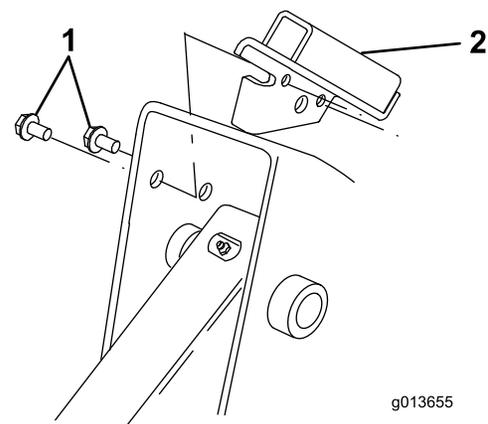

Figure 5
3. Alignez la languette du support de l'écran de protection sur le bord avant du châssis, en plaçant le support à l'intérieur du logement du bras de chargeuse (Figure 5).
Remarque: Il y a un support droit et un support gauche. Veillez à monter le support correspondant à chaque côté. La languette doit passer sur le bord du châssis et le support doit se trouver à l'intérieur du logement du bras de chargeuse, les 2 petits trous du support étant en face des trous que vous avez percés dans le châssis (Figure 5).
4. Fixez le support au châssis à l'aide de 2 vis autotaraudeuses comme illustré à la Figure 5.